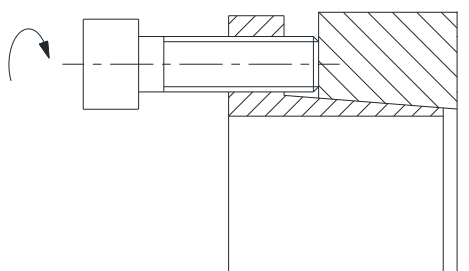

Рис. 8: Демонтаж зажимного элемента KTR 203
- Завинтить винты в резьбовые отверстия для демонтажа внутреннего кольца (деталь 2) (см. рис. 8 и 9).